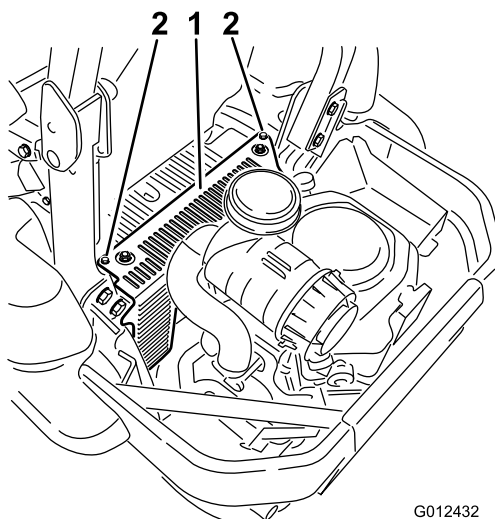

Bild 57
3. Entfernen Sie die zwei Schrauben, mit denen die Haube der Hydraulikanlage befestigt ist (Bild 57). Jetzt ist die vordere Zündkerze zugänglich.
5. Setzen Sie die linke Haube der Hydraulikanlage auf (Bild 57).